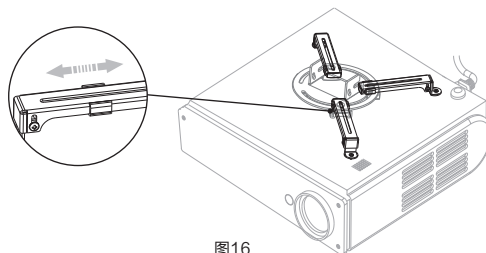

图16
2、如果为三个安装孔,需要先把四个安装支臂(4-3)从安装支架拆下。首先把三个安装支臂(4-3)装到投影机上,尽量把安装底盘(4-6)保持在投影机的中心位置,通过调整滑动安装部件(4-5)的位置将安装支臂(4-3)连接安装底盘(4-6)如图16。